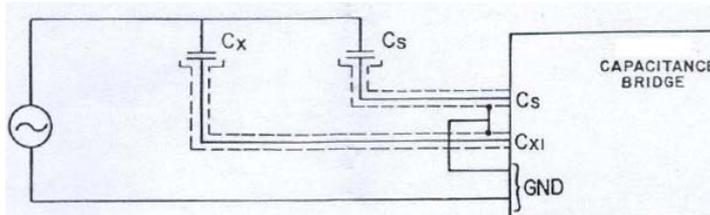

图 1
① 在标准电容侧的最大电流不得超过 10mA，在试验时应引起注意。为了获得最大的分辨率， I_{cs} 不应小于 0.1mA。
② 用专用测量电缆线将标准电容接到电桥背面 C_s 插座，被测试品接到 C_xI 插座见图 1。
③ 打开电源开关，仪器通过自检后，将测试选项，选择到“电容测试”界面。
④ 在试验电压低于 500V ($C_s=100\text{pF}$) 时，电桥将处于等待状态。
⑤ 在施加电压过程中，电桥同样回处于等待状态，直到试验电压稳定在某一个电压后，电桥才会开始自动测量。